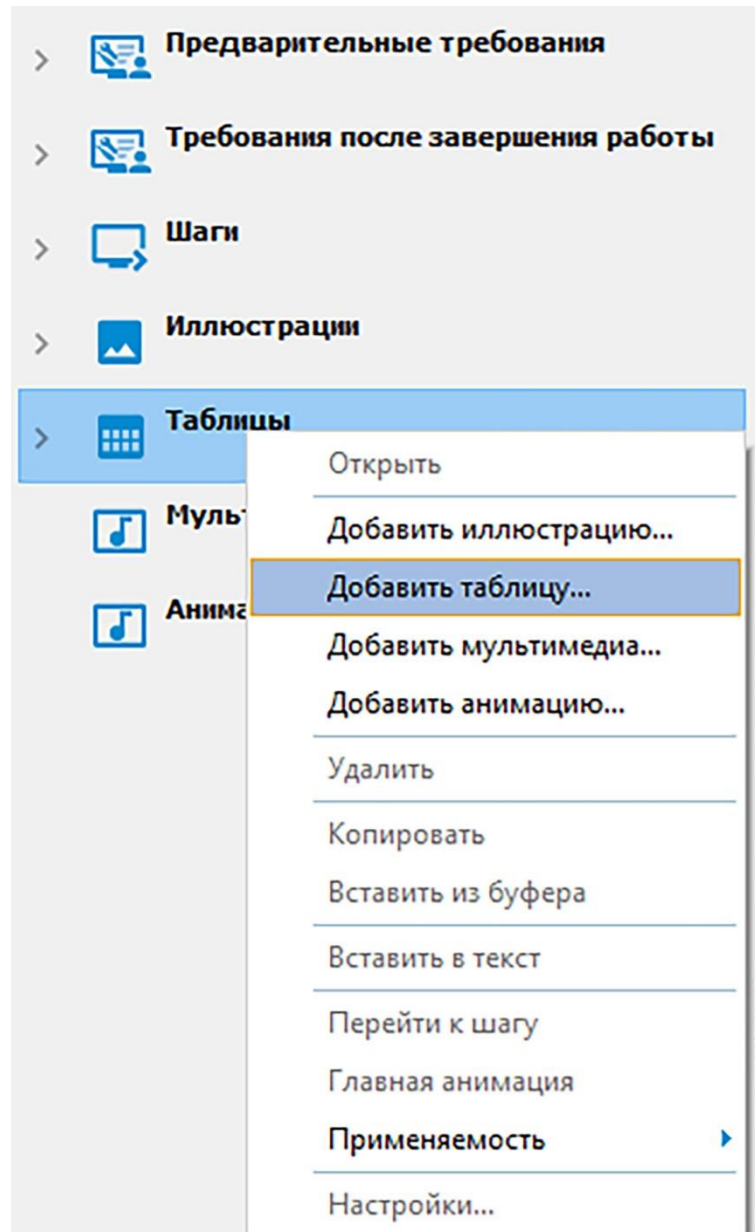

Рисунок 401
1) Установите курсор в место вставки таблицы и в контекстном меню раздела **Таблицы** выберите команду **Добавить таблицу** (рисунок 401) или на панели